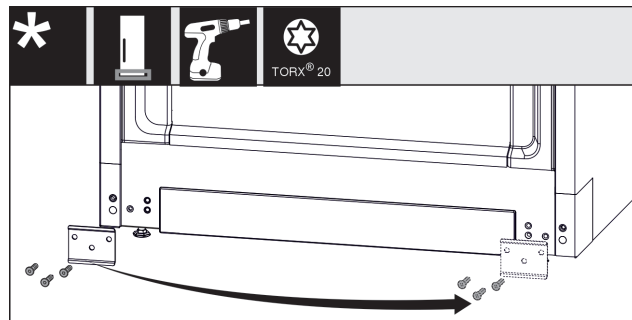

Fig. 13
- Blech abschrauben, auf die andere Seite umsetzen und wieder anschrauben. Fig. 13 (1)